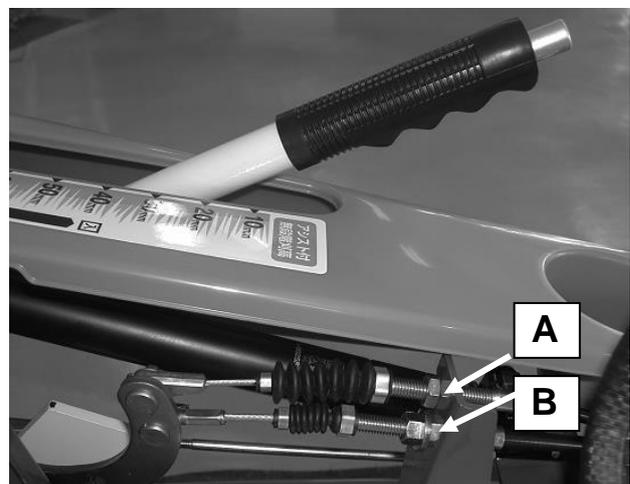

Figure 37
- Si la courroie a tendance à patiner, tendez le câble avec le tendeur (Figure 37, repère B) jusqu'à ce que les spires du ressort soient décollées.